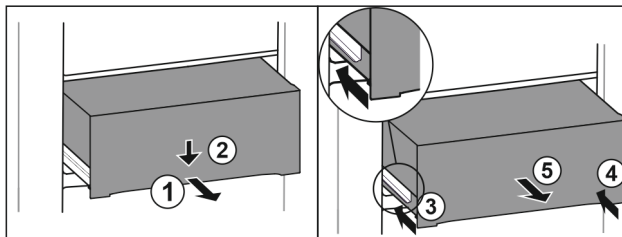

Fig. 152
- Tërhiqni jashtë sirtarin deri në gjysmë. Fig. 152 (1)
- Shtypni për poshtë sirtarin në pjesën përpara. Fig. 152 (2)
- Shtyni brenda shinën e majtë rreth 2 cm. Fig. 152 (3)
- Shtyni brenda shinën e djathtë rreth 2 cm. Fig. 152 (4)
- Hiqni sirtarin nga përpara. Fig. 152 (5)